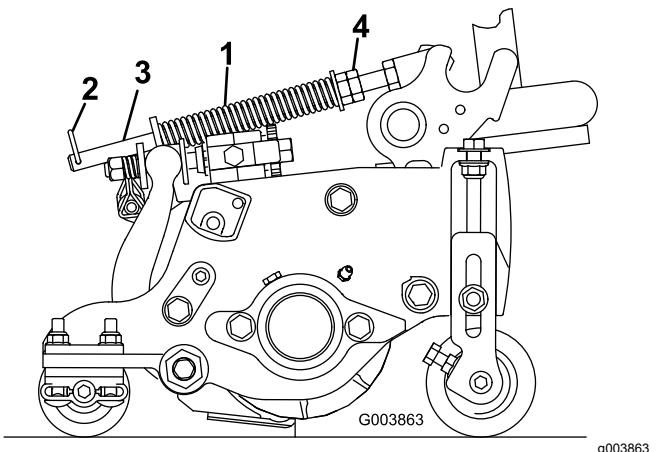

Figura 15
A mola de compensação de relva (Figura 15) transfere peso do cilindro dianteiro para o cilindro traseiro. (Isto ajuda a reduzir o efeito ondulado na relva, também conhecido como ondulação ou “bobbing”.)
1. Certifique-se de que o contrapino do gancho está instalado no orifício traseiro na haste da mola (Figura 15).
2. Aperte as porcas sextavadas na extremidade dianteira da haste da mola até que o comprimento comprimido da mola seja de 12,7 cm nas unidades de corte Reelmaster 5410 ou de 12,7 cm ou de 15,9 cm nas unidades de corte Reelmaster 5510 de 17,8 cm (Figura 15).